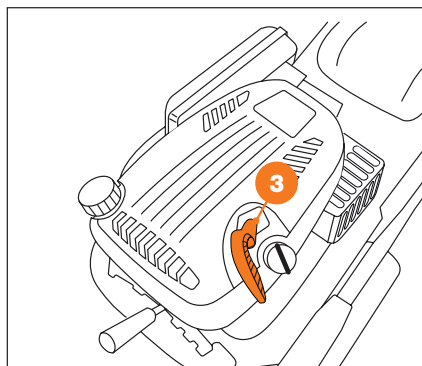

Рис. 18
- Запустите двигатель, используя ручной стартер. Медленно потяните рукоятку ручного стартера **3** (Рис. 18) до тех пор, пока не почувствуете повышенное сопротивление. После этого быстрым, но плавным движением вытяните рукоятку ручного стартера на полный взмах руки.